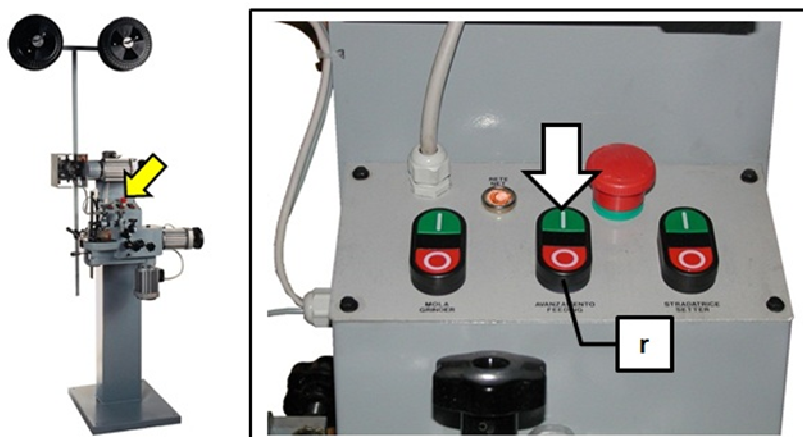

Рисунок 39
- Нажмите кнопку **r**, чтобы включить подачу (Рисунок 39).